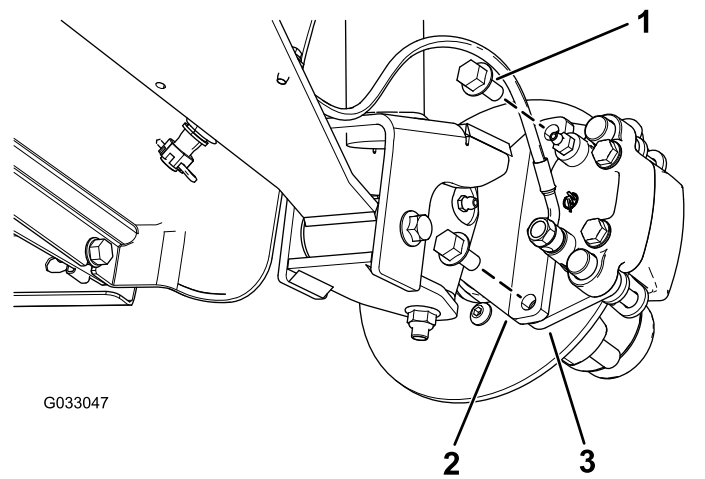
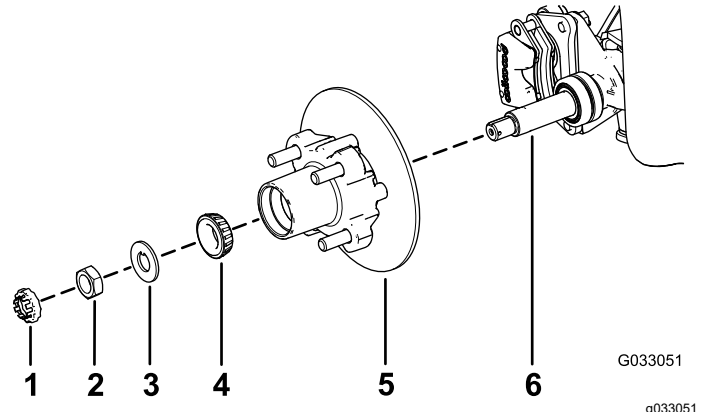

Bild 26
Bild 30
3. Entfernen Sie die Bundkopfschrauben ($\frac{3}{8}'' \times \frac{3}{4}''$), mit denen die Halterung für die Bremse an der Spindel befestigt ist, und nehmen die Bremse von der Spindel ab (Bild 26).
1. Fetten Sie die Spindel leicht mit der angegebenen Fettsorte ein (Bild 30).
2. Montieren Sie die Radnabe und den Drehzylinder an der Spindel mit dem Drehzylinder innen (Bild 30).
3. Montieren Sie das Außenlager an der Spindel und setzen das Lager auf den äußeren Lagerring (Bild 30).
4. Legen Sie die Nasenscheibe auf die Spindel (Bild 30).
5. Schrauben Sie die Spindelmutter auf die Spindel und ziehen Sie die Mutter auf ein Drehmoment von 15 N·m an, während Sie die Radnabe drehen um das Lager zu fixieren (Bild 30).
2. Fluchten Sie die Bremsbeläge mit jeder Seite des Drehzylinders (Bild 26) und die Löcher in der Bremsbackenhalterung mit den Löchern im Bremsenhalter des Spindelrahmens aus (Bild 30).
3. Befestigen Sie den Bremsbackenhalterung mit den beiden Bundkopfschrauben ($\frac{3}{8}$ " x $\frac{3}{4}$ ") am Spindelrahmen (Bild 26).